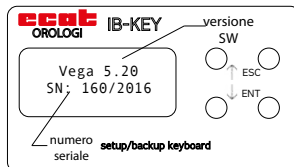

Fig. 1
1. Connettere il terminale di programmazione IB-Key (MOT9004035) tramite il connettore RS485 posizionato sull'elettronica di controllo, vicino al LED verde. A connessione avvenuta, apparirà sul display la schermata iniziale (fig. 1).